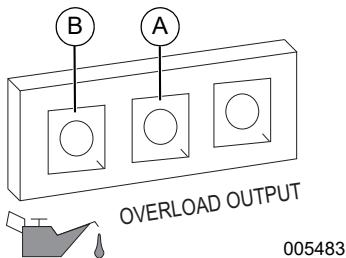

Figura 3-3. Fallo de apagado
NOTA IMPORTANTE: No sobrecargue el generador ni las tomas de corriente individuales del panel. Consulte la **Figura 3-3**. Si se produce una sobrecarga, el LED de sobrecarga (A) se iluminará y la salida de CA se detendrá. Para corregir este problema, consulte *Luces de estado del generador*. Lea la sección *Conozca los límites del generador* detenidamente.
El motor está equipado con un sensor de nivel de aceite bajo que apaga el motor automáticamente cuando el nivel de aceite cae por debajo de un nivel especificado para evitar que el motor se dañe. Consulte la Figura 3-3 (B). El motor no funcionará hasta que se añada aceite hasta el nivel adecuado.